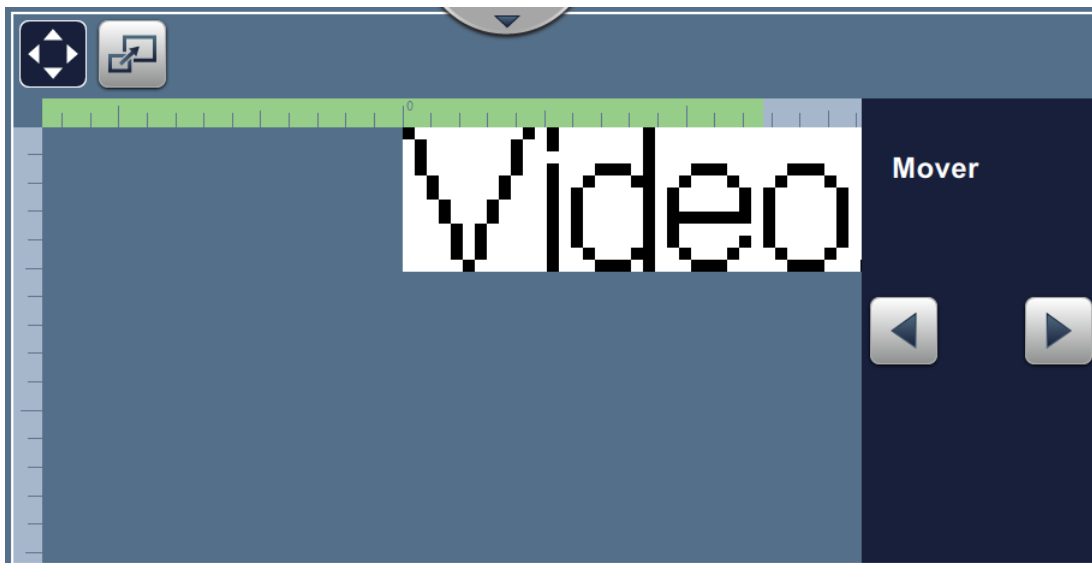

Figura 4-9: Adjust\_Move
1. Pulse el botón  y aparecerá el divisor de posición actual como se muestra en la Figura 4-9.